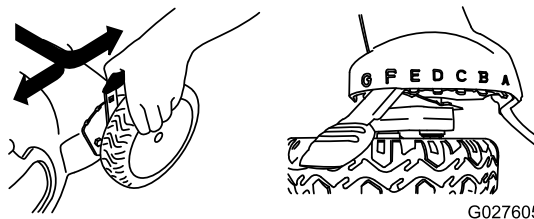

Figure 14
**Remarque:** Pour élever la machine, déplacez les 4 leviers de hauteur de coupe en avant; pour abaisser la machine, ramenez tous les leviers en arrière (Figure 14).